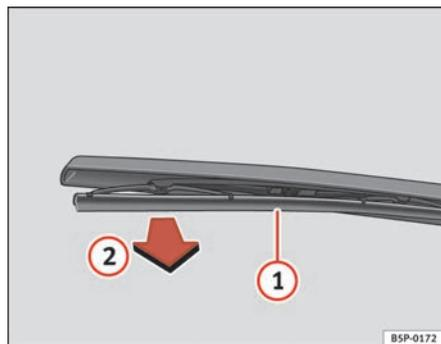

Fig. 149 Remplacement du balai d'essuie-glace arrière
- Déposez le bras de l'essuie-glace arrière de la lunette arrière ⇒ fig. 149.
- Déboîtez le balai ① et tirez dessus ② ⇒ fig. 149.